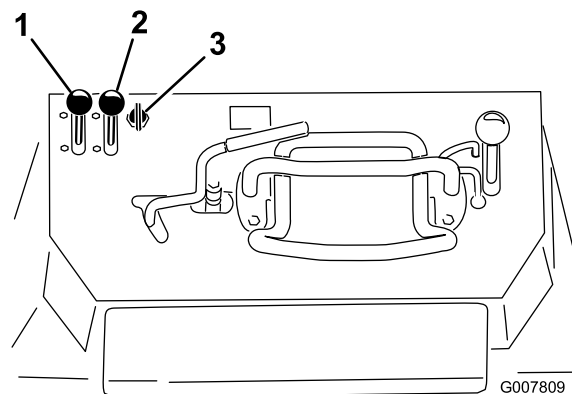

Figure 19
2. Placez la commande de starter en position en service (Figure 19).
- Pour le modèle avec démarrage électrique, tournez la clé en position Contact (Figure 19). Relâchez la clé quand le moteur démarre.
4. Amenez progressivement la commande de starter en position hors service (Figure 19). Si le moteur cale ou hésite, engagez de nouveau le starter jusqu'à ce que le moteur soit chaud.
5. Réglez la commande d'accélérateur à la position voulue (Figure 19).
1. Réglez la commande d'accélérateur à mi-course entre les positions bas et haut régime (Figure 19).
1. Placez la commande d'accélérateur à la position bas régime (Figure 19).
3. Tournez la clé de contact en position Arrêt (Figure 19).